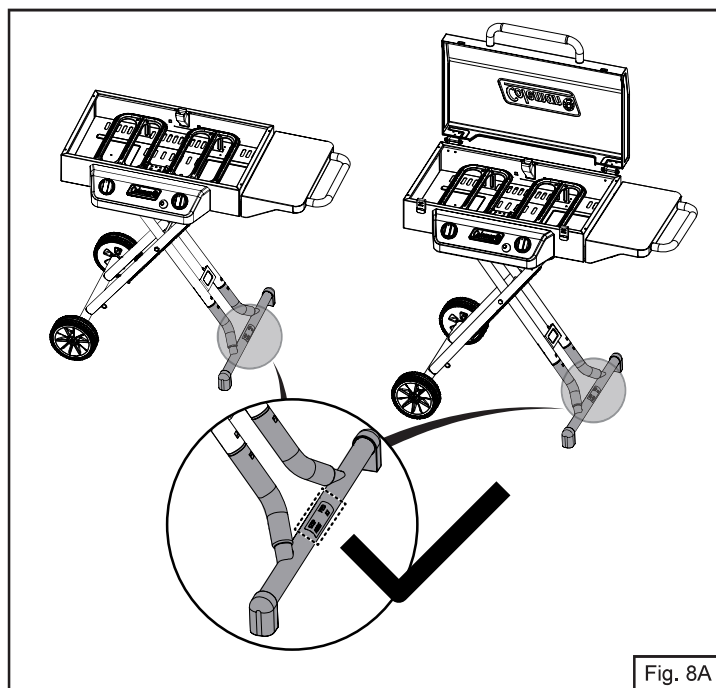
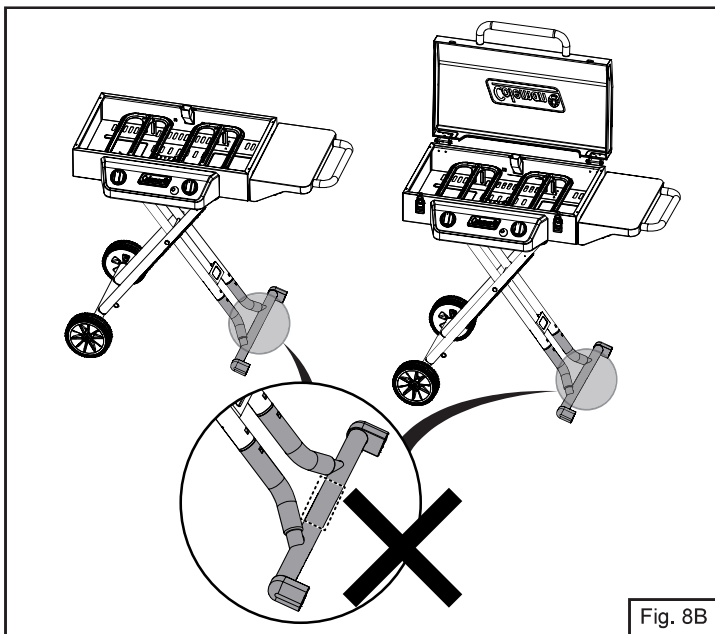

Fig. 8A
Fig. 8B
**NOTA:** está bien instalada si el texto de advertencia está hacia arriba (Fig. 8A). De otro modo está mal instalada (Fig. 8B).